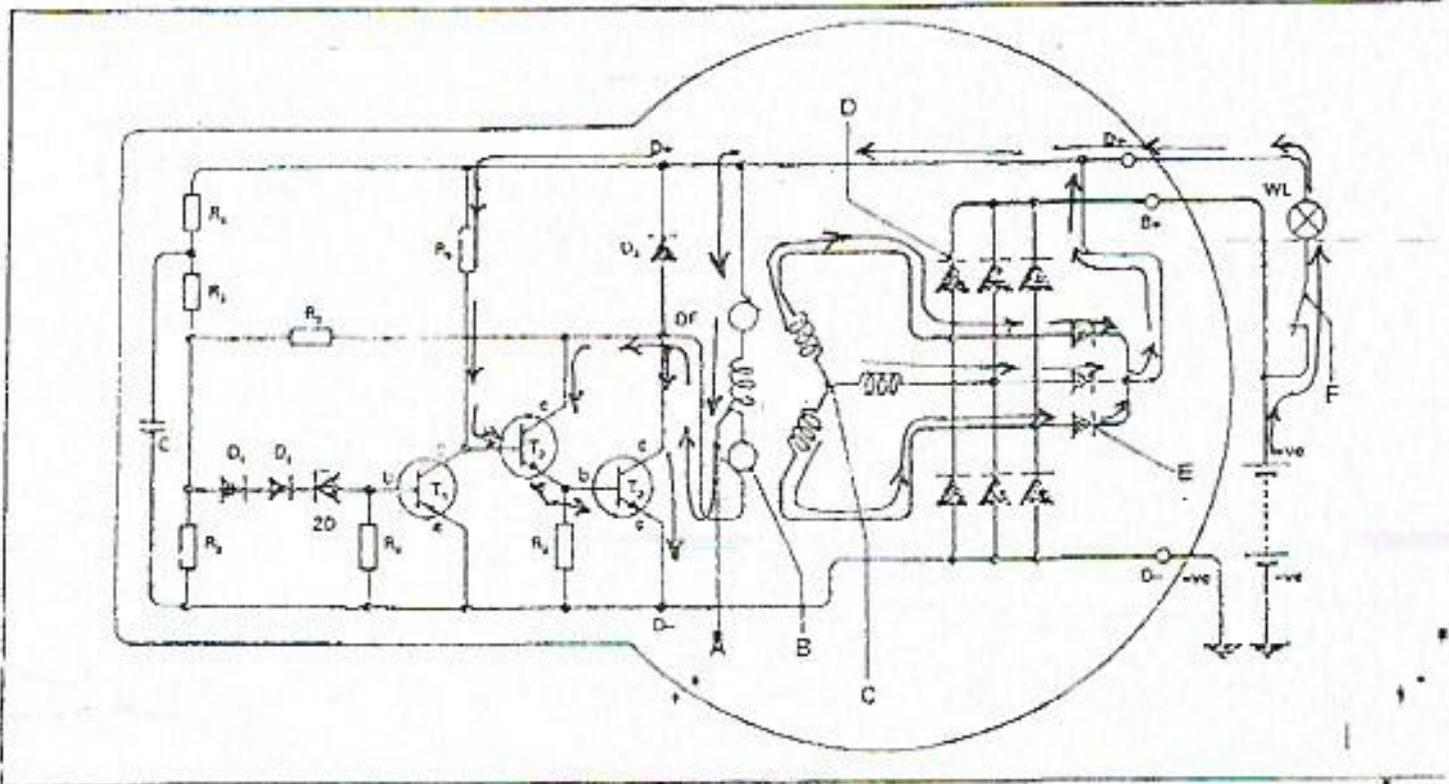

Figure 5 : Extrait de l'installation électrique d'un véhicule
Le schéma de la figure 5 ci-dessous est extrait de l'installation électrique d'un véhicule.
III.1 Nommer le schéma de la figure 5 ci-dessus (1pt)
III.2 Remplir le tableau 1 ci-dessous en vous référant au schéma de la figure 5 ci-dessus.
III.3 A l'aide des flèches, indiquer le sens du passage du courant d'excitation sur la figure 5 ci-dessus. (2pts)
III.4 Citer deux (02) précautions à prendre lors de l'intervention sur un véhicule équipé du circuit présenté à la figure 5 ci-dessus. (0.5pt x 2 = 1pt)
En vous référant au schéma de la figure 5 ci-dessus et de vos propres connaissances, citer deux (02) causes possibles de cet incident. (0.5pt x 2 = 1pt)
IV.1 Vous voulez contrôler le débit au schéma de principe de la figure 5 ci-dessus, moteur tournant. A l'aide d'un schéma complet d'accompagnement, décrire la procédure de contrôle à suivre ainsi que le matériel utilisé à cet effet dans l'espace ci-dessous.